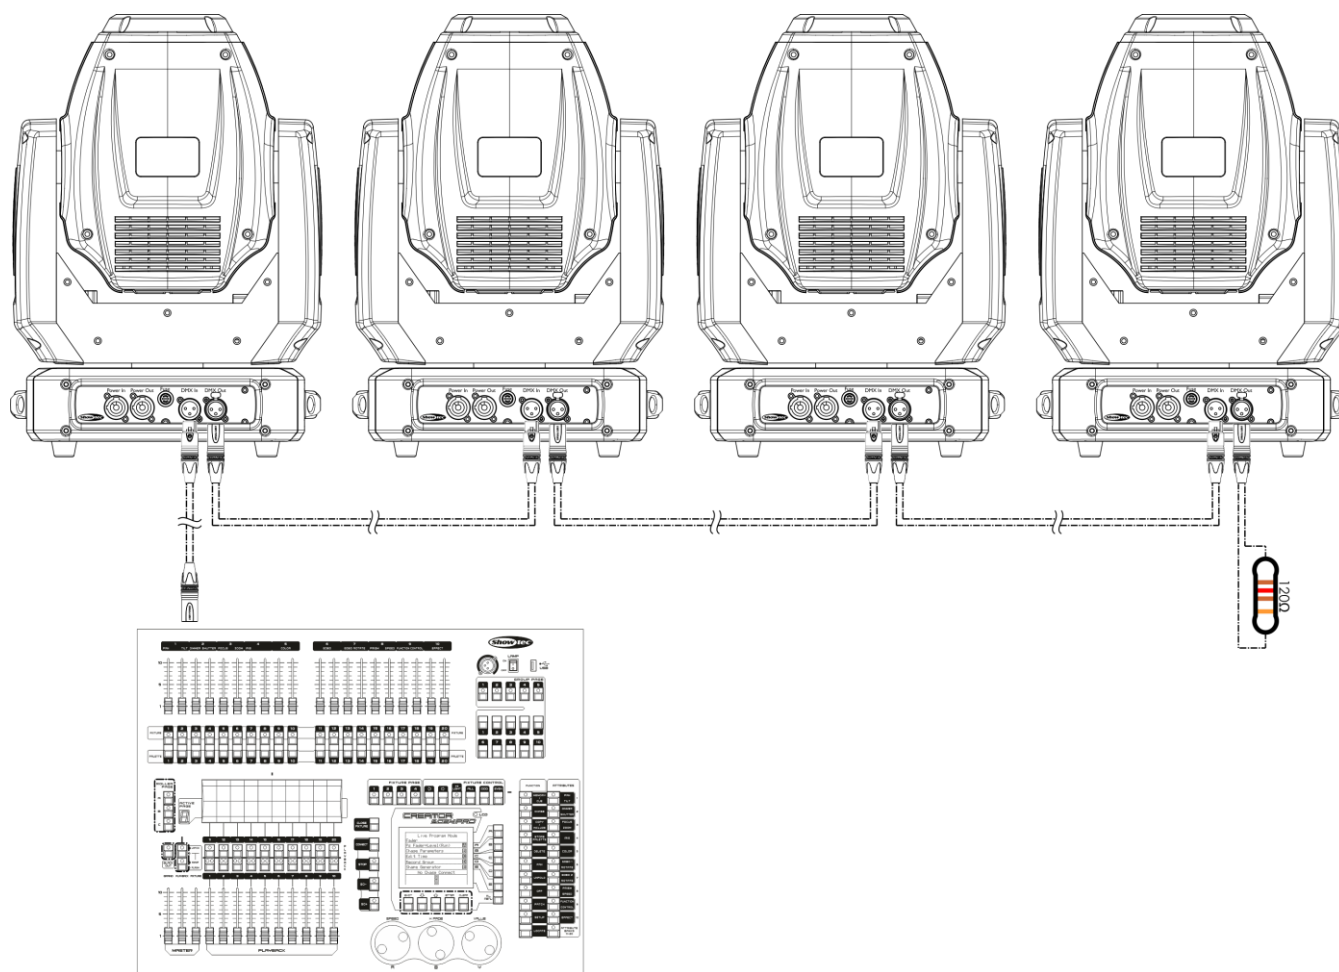

Fig. 04
- 04) Conecte las unidades como se indica en la Fig. 04. Conecte un cable de señal DMX que vaya desde el conector DMX Out (salida) de la primera unidad al conector DMX In (entrada) de la segunda unidad. Repita este proceso para interconectar las unidades segunda, tercera y cuarta.